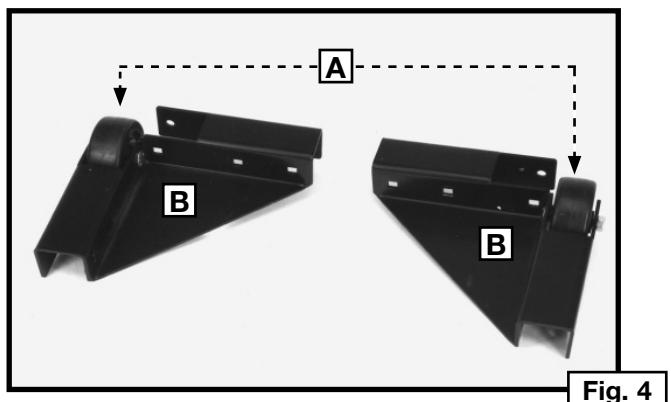

Fig. 4
- Acople la rueda restante (A), Fig. 4, al otro soporte para esquina (B) de la misma forma.